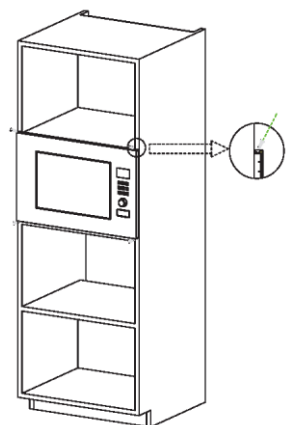

Fig. 2
b) Utilizați șuruburile din ambalajul cu piese, pentru a fixa cuptorul cu microunde în dulap. (Fig. 2)